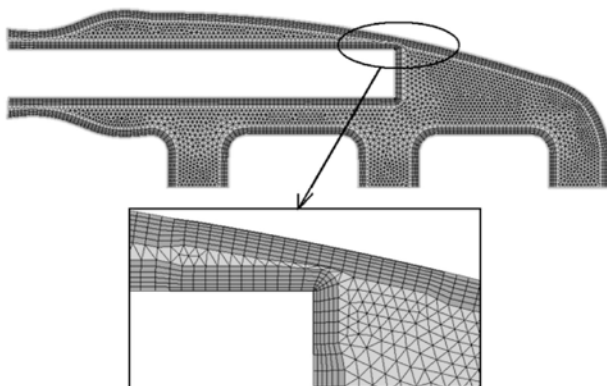

图 5-190 减少总边界层厚度来避免边界层干涉
- (18) 单击 Generate 2D BL Mesh 按钮来生成网格。
- (19) 现在可以放大 wall_critical 组件周围的单元来观察如何通过减少总边界层厚度来避免边界层干涉，如图 5-190 所示。